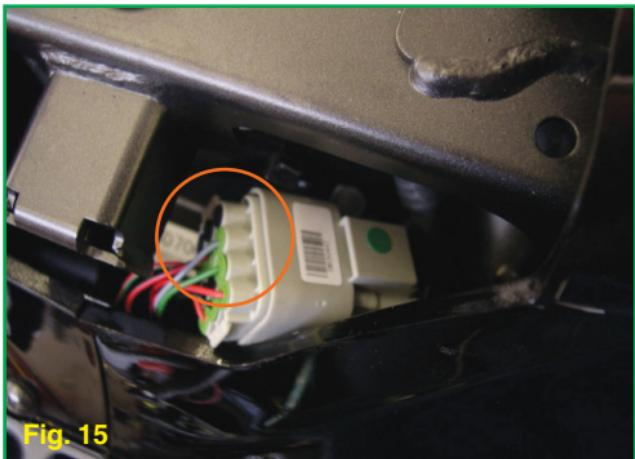

Fig. 15
- Mappa B: cilindro TOP e scarico modificato (tagliare il cavo grigio del cablaggio (Fig. 15)).